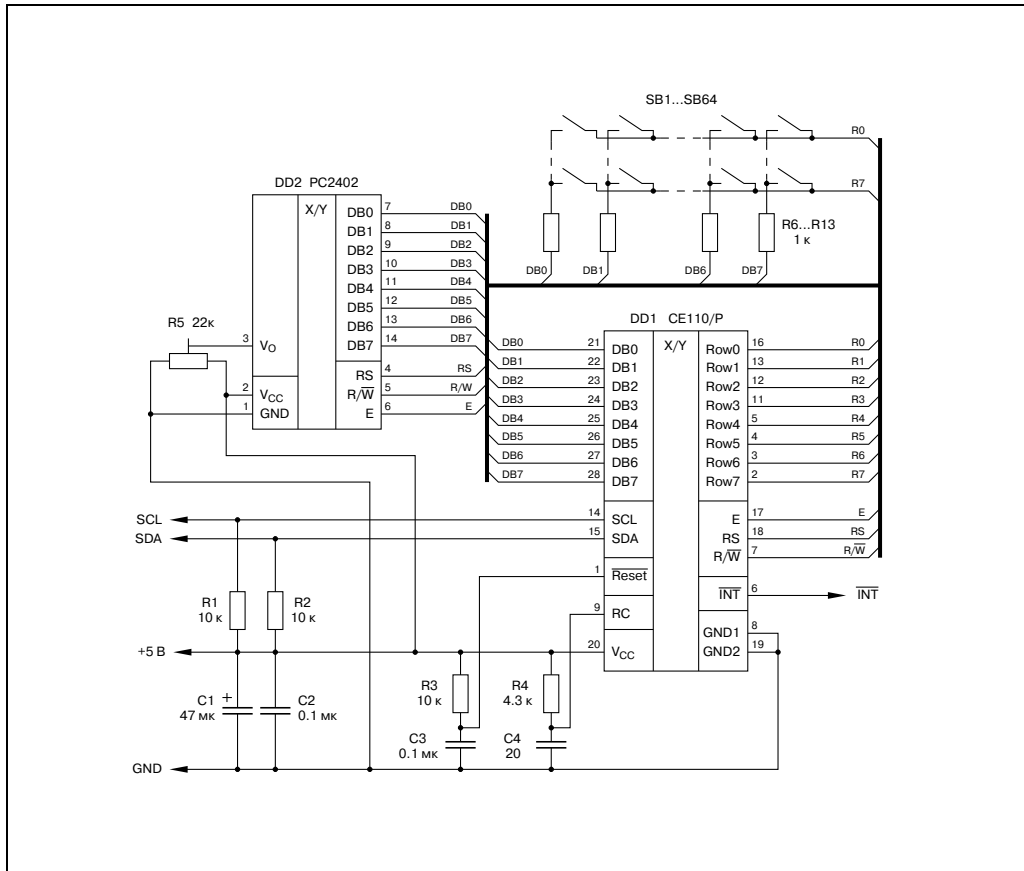

Рис. 2. Базовая схема включения CE110
Принципиальная электрическая схема включения микросхемы CE110 приведена на рис. 2. Здесь применён стандартный ЖКИ-модуль (для примера на схеме обозначен модуль PC2402 фирмы Powertip, имеющий 2 строки по 24 символа) и
Матрица клавиатуры 8×8 клавиш (рис. 2) подключена к выводам $Row_0 \dots Row_7$ (выходы выборки строк) и $DB_0 \dots DB_7$ (входы состояния столбцов) через токоограничивающие резисторы $R_6 \dots R_{13}$ сопротивлением 1 кОм, предназначенные для исключения искажения информации на шине данных $DB_0 \dots DB_7$ при нажатии клавиш. Совершая операцию сканирования, микросхема CE110 выставляет на очередном выходе Row_x логический 0, причём все остальные выходы переводятся
3. Совершая операцию сканирования клавиатуры, микросхема CE110 подключает ко входам состояния строк (выводы DB₀...DB₇) небольшую нагрузку — около 100 мкА. В некоторых случаях (например, при длинных линиях соединения с клавиатурой, или в присутствии сильных помех) этого тока может не хватить для устойчивой работы процесса сканирования, тогда имеет смысл подключить выводы DB₀...DB₇ через внешние резисторы сопротивлением 2...10 кОм к положительному выводу источника питания, при этом необходимо адекватно уменьшить сопротивление включённых последовательно с матрицей клавиатуры резисторов R₆...R₁₃ (рис. 2), одновременно следя за тем, чтобы не возникла перегрузка выходных каскадов по току.